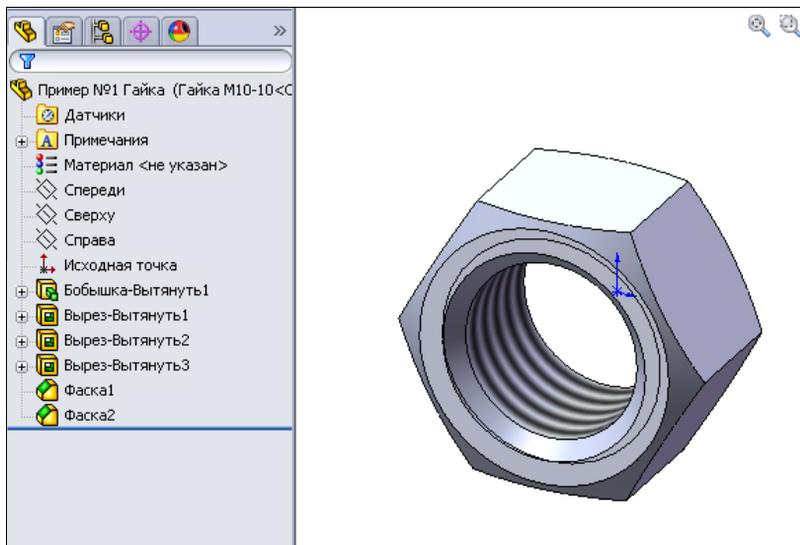

Рис. 3.18
8. Нажмем кнопку **ОК** , в результате гайка изменит вид (рис. 3.18).
Таким образом на базе детали Гайка были созданы две ее конфигурации — Гайка M10-10 (см. рис. 3.18) и Гайка M10-15-2.